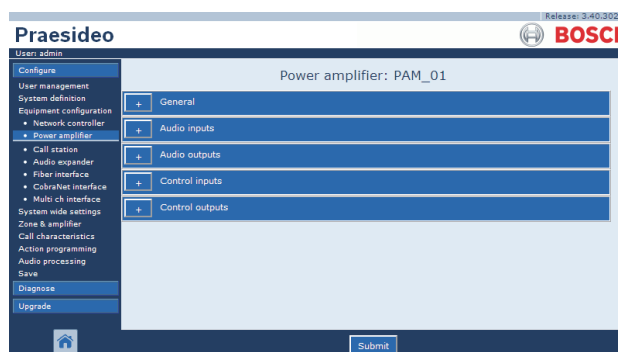

figura 44.11: Configurazione di un amplificatore di potenza, passaggio 2
- 2 Fare clic sul nome dell'amplificatore di potenza che deve essere configurato. Nella cornice principale dell'interfaccia web appare una schermata simile a quella in figura 44.11.